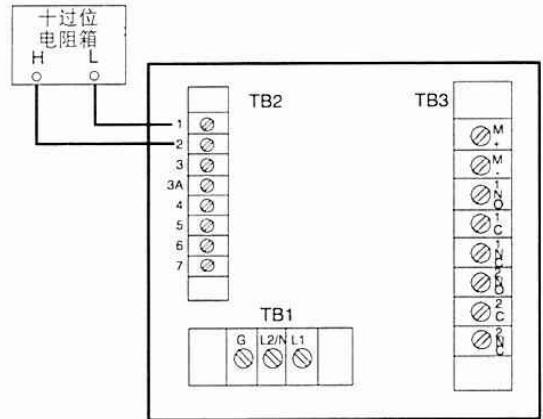

图 20 十进位电阻箱连接
1. 如图 20, 把 100 $\Omega$  精密电阻连接至端子 1 和 2。
9. 按图 20 把 150 $\Omega$  精密电阻替代 100 $\Omega$  精密电阻。
12. 参考图 20, 用 200 $\Omega$  精密电阻替代 150 $\Omega$  精密电阻。